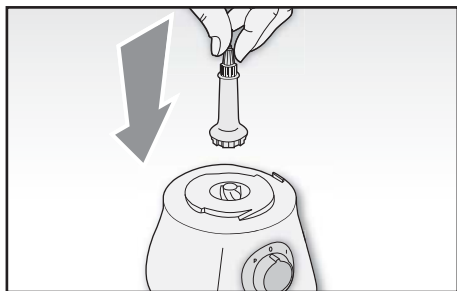

Fig. 2
- 1 Inserire il perno motore (C) nell'apposito alloggiamento sul corpo motore (B) (Fig. 2).